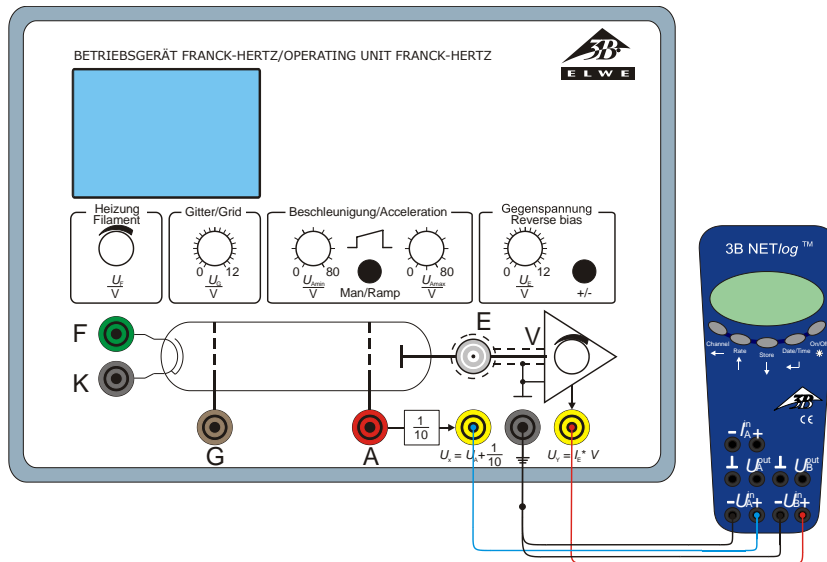

Fig. 6 Raccordement de l'interface 3B NET/log™ à l'appareil pour l'expérience de Franck-Hertz
- Branchez l'interface 3B NET/og™ sur l'appareil pour l'expérience de Franck-Hertz. (voir Fig. 6) Puis reliez la sortie U_x de l'appareil pour l'expérience de Franck-Hertz à l'entrée A du 3B NET/og™ et la sortie U_y à l'entrée B.